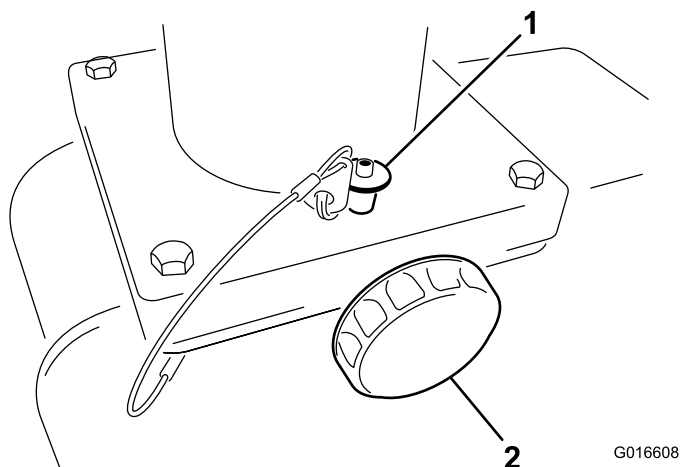

Figure 10
1. Pour tourner l'éjecteur, desserrez le bouton de blocage, enfoncez le bouton à ressort sur poignée de la goupille de verrouillage et sortez la goupille de verrouillage de la plaque de l'éjecteur (Figure 10).